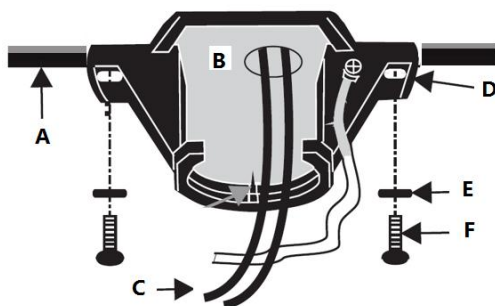

Imagen 9
Pase los cables de la corriente (C) de la caja eléctrica del techo (B) por el centro del soporte de techo (D). Fije el soporte de techo (D) a la caja eléctrica (B) con los tornillos (F) incluidos con la caja eléctrica y las arandelas (E) incluidas con el ventilador. **Imagen 9**